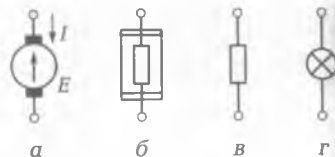

Рис. 2.2. Условные обозначения приемников электрической энергии на схемах:
**Приемниками** электрической энергии являются электролампы, электронагреватели, электродвигатели и другие устройства, в которых электрическая энергия преобразуется в энергию какого-либо другого вида (тепловую, механическую, световую и т. д.). Условные обозначения некоторых приемников электрической энергии приведены на рис. 2.2.